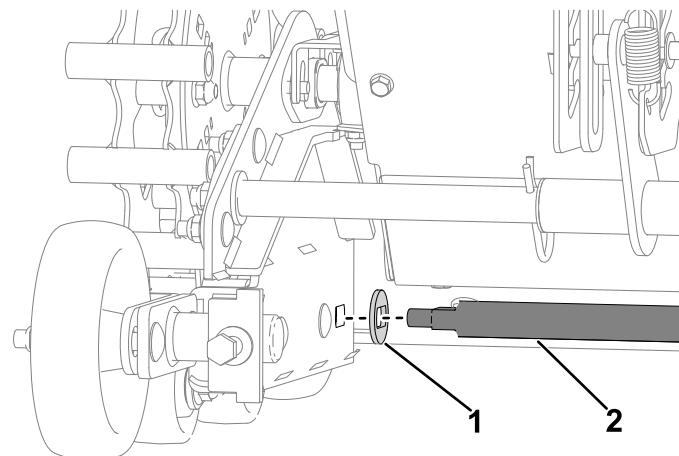

Figura 32
5. Instale as duas anilhas especiais na nova barra articulada. Instale a nova barra articulada com as anilhas especiais nos conjuntos de lagartas e placa de suporte, prenda com duas novas porcas de bloqueio ($\frac{3}{8}$ pol.) (Figura 32).